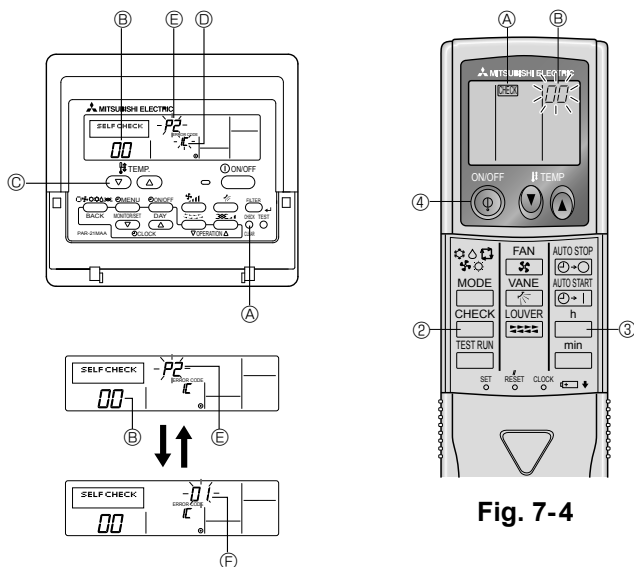

Fig. 7-3
7.3.1. Για ενσύρματο τηλεχειριστήριο (Fig. 7-3)